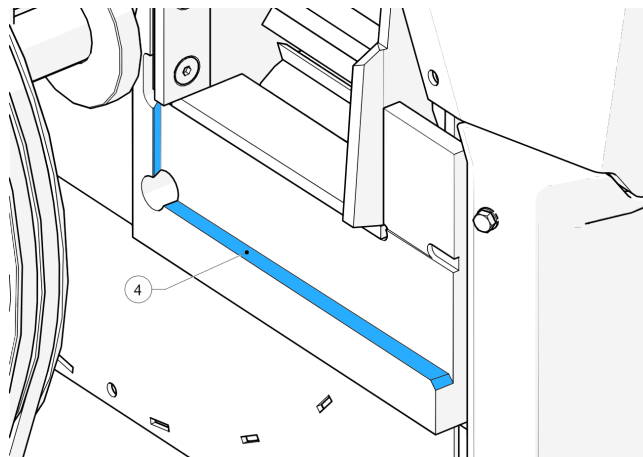

Abbildung 61 - Amboss-Sitz
12. Stellen Sie sicher, dass die Amboss-Sitze frei von Schmutz und Ablagerungen sind, bevor Sie den Amboss einsetzen (4, Abbildung 61).